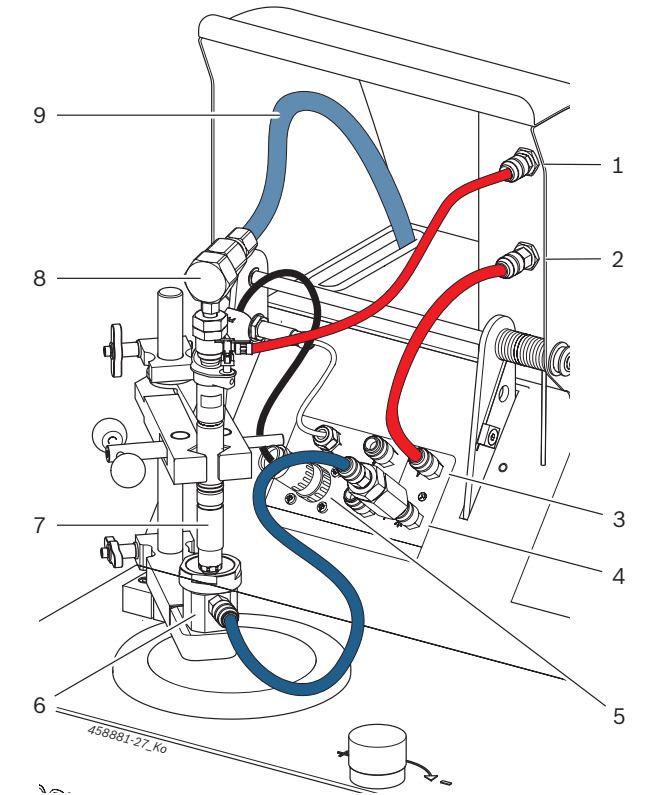

Fig. 5: Ilustración del principio de conexión CRI Piezo
Montar la cámara de inyección (fig. 5, pos. 6) en el componente sólo después de realizar el "Leak test" (prueba de estanqueidad).
2. Fijar CRI Piezo (fig. 5, pos. 7) en el soporte de fijación .
3. Conectar la manguera de alta presión con el adaptador de conexión (fig. 5, pos. 8, 9) en CRI Piezo.
4. Conectar el tubo flexible 1 680 712 368 o 1680 712 369 en el retorno de CRI Piezo y en la "entrada de retorno CRI Piezo" (fig. 5, pos. 1).
5. Conectar el tubo flexible 1 680 703 079 en la "salida de retorno CRI Piezo" (fig. 5, pos. 2) y en la "conexión de comprobación para el caudal de retorno" (fig. 5, pos. 3).
6. Conectar el cable adaptador específico para inyectores (1 684 465 798 o 1 684 465 672) en CRI Piezo y en la "conexión X20" (fig. 5, pos. 5).
7. Insertar el filtro de entrada en la "conexión de comprobación para el caudal de inyección" (fig. 5, pos. 4).
Tras el "Leak test" la cámara de inyección se monta en el componente y se conecta el tubo flexible 1 680 712 362 en el acoplamiento rápido para cámara de inyección y mediante el filtro de entrada en la "conexión de comprobación para el caudal de inyección" (fig. 5, pos. 4).